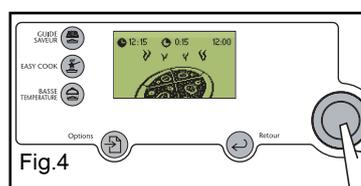

Fig.4
- Enfourez votre plat au niveau de gradin préconisé (de 1 en bas à 5 en haut)(fig 4).
Une deuxième phase de cuisson : le four a déterminé le temps nécessaire, celui-ci devient fixe ainsi que l'heure de fin de cuisson. La durée indiquée restante prend en compte la durée de cuisson de la première phase (fig 4). **Il vous est possible dorénavant d'ouvrir la porte, par exemple pour arroser le rôti.**